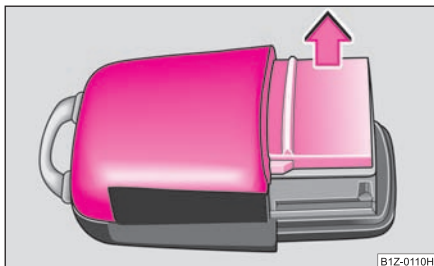

Fig. 30 Capacul carcasei emițătorului
- Scoateți capacul carcasei emițătorului ⇒ fig. 30 în sensul săgeții.